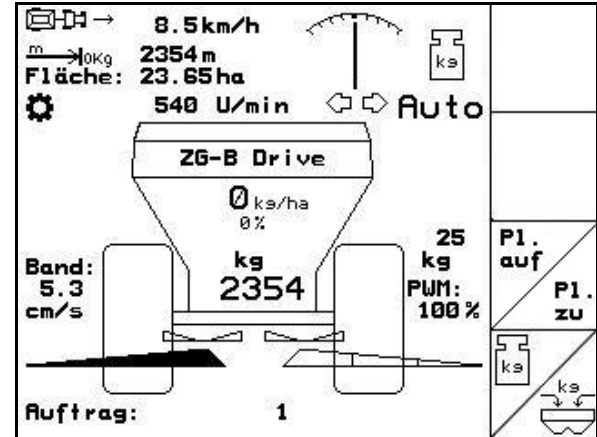

Fig. 68
- Çalışma menüsünde (Fig. 68).